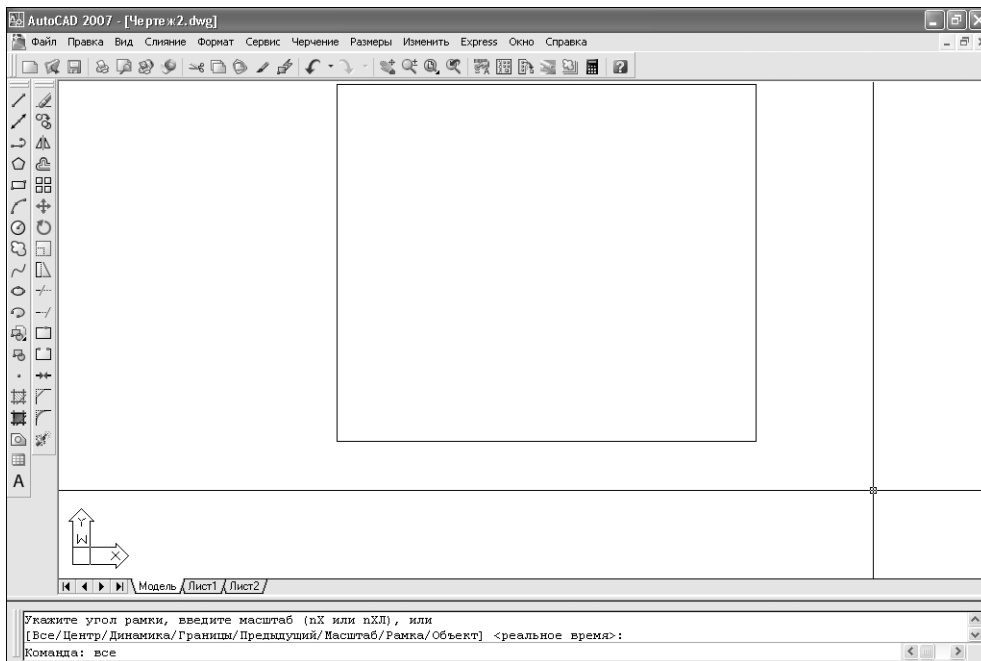

Рис. 2.8 ▼ Наружный контур тумбы создан
4. Запустите инструмент **С линиями** (Line) (например, щелкните на кнопке **С линиями** (Line), находящейся в верхней части панели инструментов **Черчение** (Draw), или введите в командном окне **от** (L)).
10. Введите **Показать** (ZOOM) или просто **по** (Z), а затем введите команду **все** (ALL) или просто **в**. Тем самым вы запустите инструмент **Зумировать все** (Zoom All), который выполняет масштабирование чертежа по его границам (подробнее о настройке границ и масштабировании мы поговорим в следующей главе). Вид чертежа должен быть таким, как показано на рис. 2.8.
6. Введите **Замкнуть** (CLOSE) или **З** для замыкания контура и завершения команды **Отрезок** (LINE). Полученный чертеж должен быть точно таким же, как и предыдущий (см. рис. рис. 2.8).